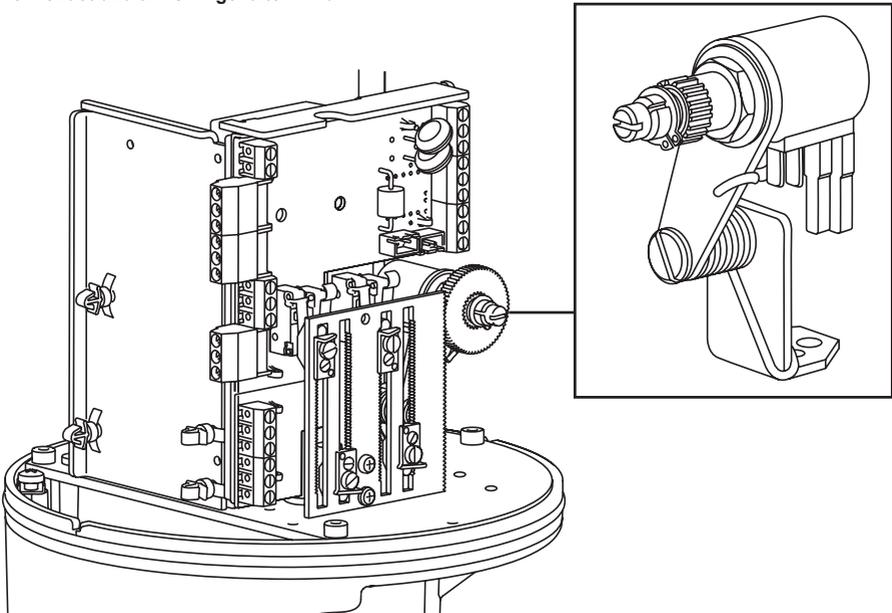

Abb. 31
6. An dieser Stelle sollte das Multimeter 0 V anzeigen. Ist dies nicht der Fall, muss die Welle des Rückführungspotentiometers gedreht werden, bis das Multimeter den Wert 0 V anzeigt (Abb. 31). Dann das Startpotentiometer P2 (Abbildung 31) verstellen, bis die LED erlischt.
7. Das Stellsignal auf 20 mA (10 V) einstellen. Die LED der Aufwärtsrichtung (UP) leuchtet auf und der Stellantrieb fährt in die obere Endlage und wird abgeschaltet. Das Potentiometer P4 (Hub) vorsichtig verstellen, bis das Multimeter 10 V DC anzeigt. Das Potentiometer P3 (Bereich) vorsichtig im Uhrzeigersinn drehen, bis beide LED zur Anzeige der Betätigungsrichtung erlöschen.